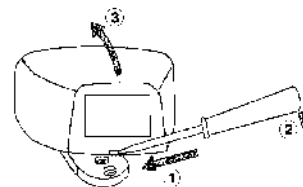

Рис. 2
1. Чтобы снять крышку корпуса, вставьте небольшую отвертку в щель фиксатора в нижней части корпуса и отождмите его (рис.2).